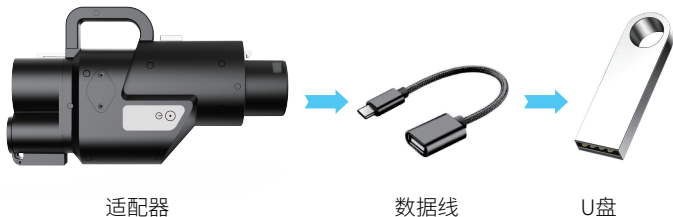

图6
5.4.2 将U盘插入USB数据线，将数据线Type-C接口插入适配器主体下方接口（如图6所示）然后按下电源开关，指示灯将闪烁2秒，然后自动关闭，最后一次充电状态日志文件已成功下载，拔下USB数据线，取出U盘。
5.5.3 将储存好升级文件的U盘插入USB数据线，将数据线Type-C接口插入适配器主体下方接口（如图6所示），按下电源按钮，指示灯将闪烁约10秒后自动关闭。